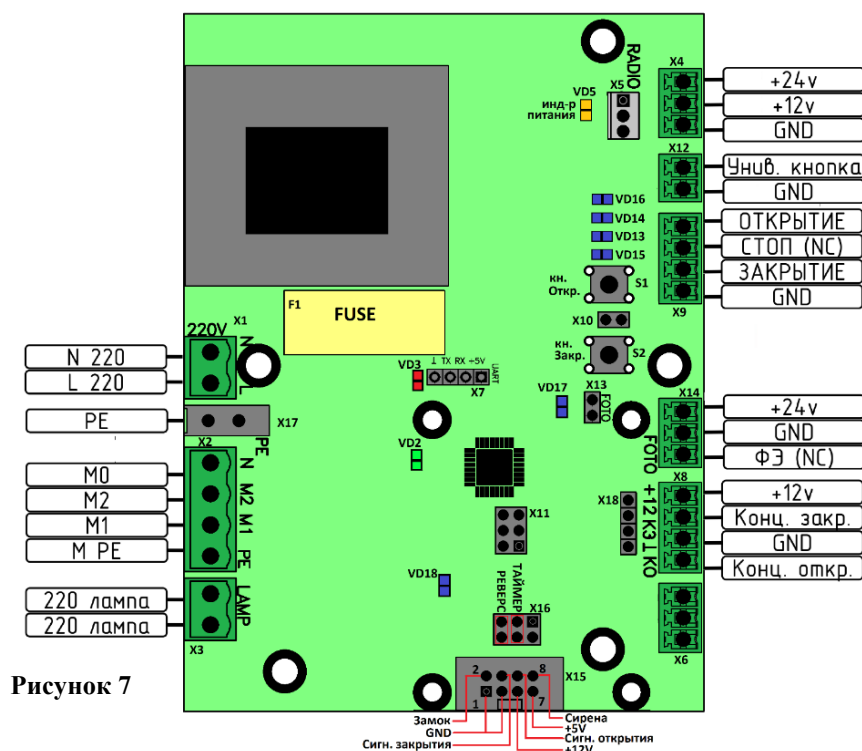

Рисунок 7
Питание шлагбаума однофазное, подключается к разъему X17 (см. Рисунок 7)
Фотоэлементы подключаются к разъему **X14** (см. Рисунок 7). Питание фотоэлементов – 24В.
При отсутствии фотоэлементов на переключателе **X13** (см. Рисунок 7) должен быть установлен джампер. При отсутствии перемычки шлагбаум не будет закрываться.
Подключается к разъему X9 (см. Рисунок 7)
3. Блок перейдет в режим настройки задержки таймера. Количеством миганий индикаторов открытия и закрытия (см. Рисунок 7) отобразится текущее время задержки в секундах кратное 5. (3 мигания – 15 секунд)